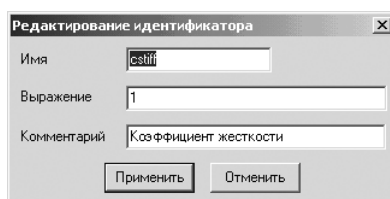

Рис. 1.35. Возможное состояние диалогового окна
- введите в диалоговом окне **Редактирование идентификатора** в поле **Выражение** новое значение и/или в поле **Комментарий** нужный вам комментарий. Это может выглядеть так, как на рис. 1.35.